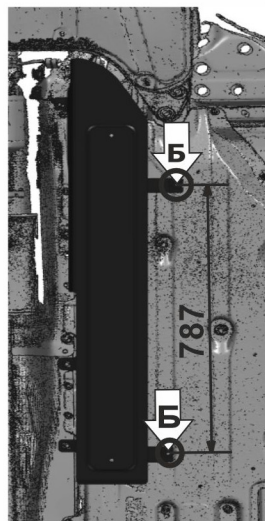

Рис.2
2. Временно установить защиту, отметить на пыльнике места для сверления в точках(Б) (рис.2). Снять защиту.